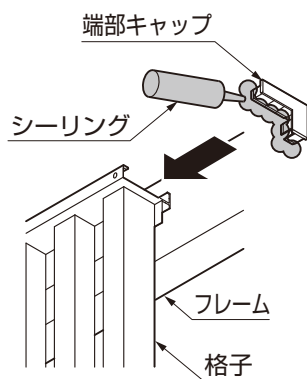

図5-36
- ①端部キャップの挿入部にシーリングをして、格子柵の両端に取り付けてください。（図5-36参照）